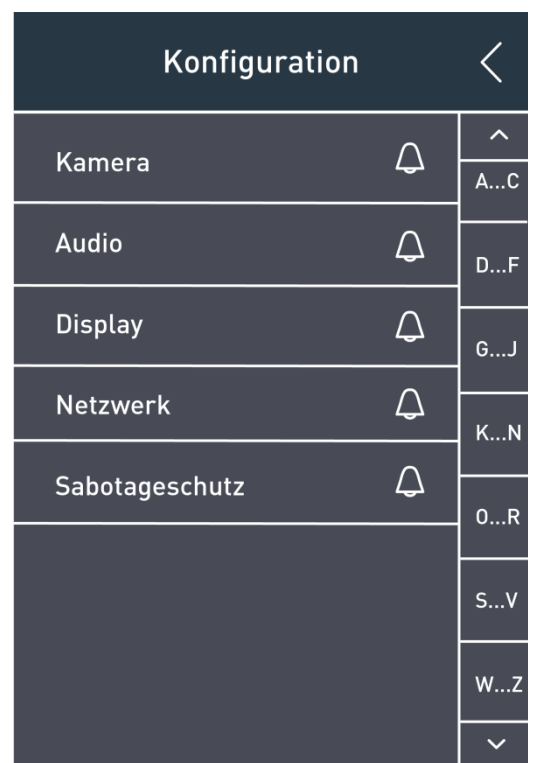

Abb. 11: Konfigurationsmenü
- ▶ Halten Sie die rote RFID-Karte vor den RFID-Leser. Das Konfigurationsmenü wird angezeigt (Abb. 11).